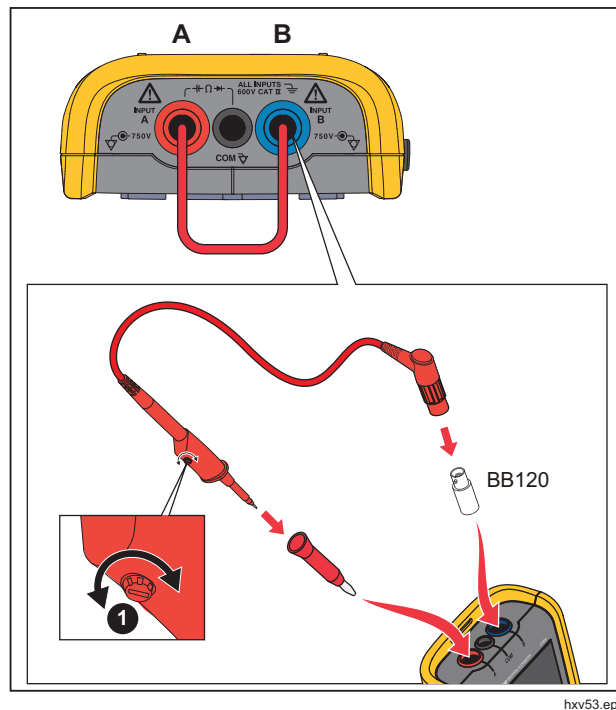

Figura 14. Sonde 10:1 dell'oscilloscopio
2. Usare l'adattatore a banana rosso da 4 mm (fornito con la sonda) e l'adattatore a banana BNC (BB120). Vedere la Figura 14.